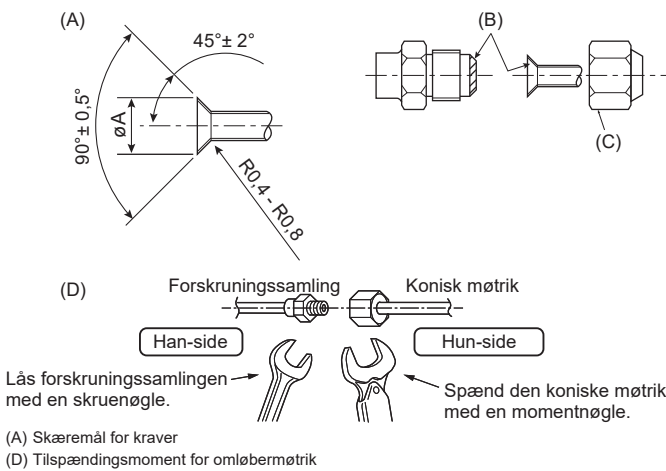

Fig. 4-1
(A) (Fig. 4-1)
(D) (Fig. 4-1)
4.2. Forbindelsesrør (Fig. 4-1)
- Kom et tyndt lag køleolie på rør og samlingsoverflade, før stramning af brystmøtrikken. (A)
- Anvend 2 skruenøgler til at spænde rørforbindelserne. (D)
- Påfør kølemaskineolie på hele opravningsstedets overflade. (B)
- Brug koniske møtrikker til følgende rørstørrelse. (C)